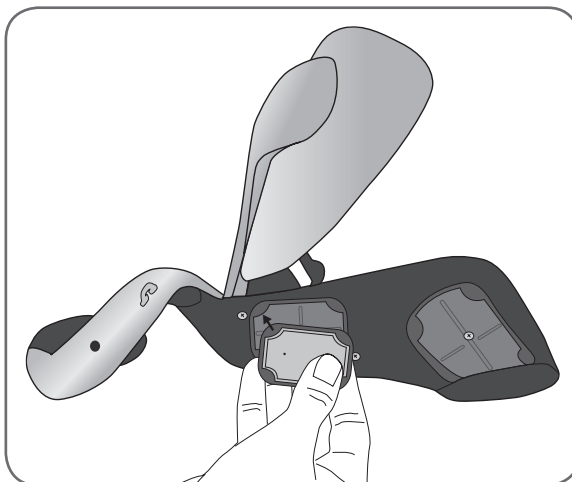

Figure 8-7 : Insertion de l'électrode en tissu n° 5 dans la base de l'électrode n° 5.
7. Pour les électrodes en tissu n° 1, n° 2, n° 4 n° et n° 5, tournez le point blanc sur l'électrode en tissu vers la base d'électrode. Insérez les angles de l'électrode en tissu dans la base d'électrode. Reportez-vous à la Figure 8-7.